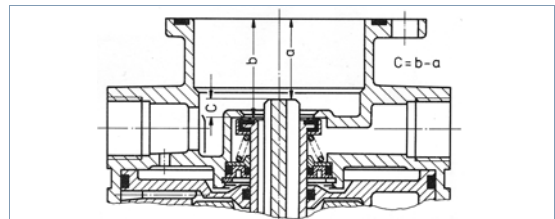

Fig. 3 Dimension C
- Mesurez les dimensions a et b (voir fig. 3), la dimension C = b - a.